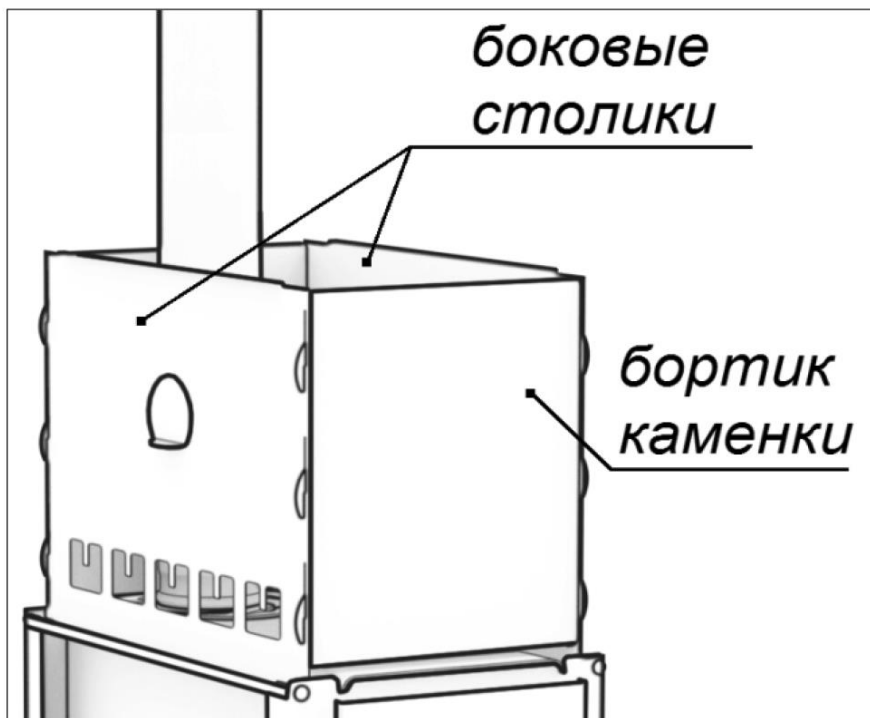

Рисунок 7. Сборка короба каменки.
- экраны могут служить боковыми стенками каменки (см. рис.7);
Стенками каменки служат боковые экраны печи и бортики каменки из комплекта. Боковые экраны поворачиваются на 180° в положение вертикально вверх. К ним взацеп подсоединяются бортики, образуя короб (рис. 7).